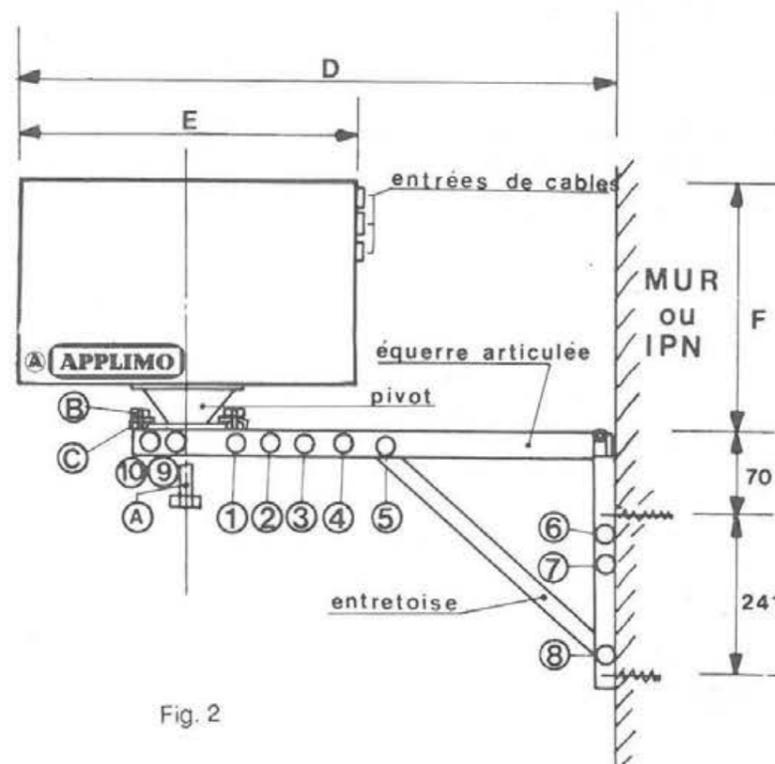

Fig. 2
- Placer l'entretoise dans l'équerre articulée, ailes vers l'intérieur, et les trous les plus grands positionnés du côté des trous carrés de l'équerre (Fig. 2).
### MONTAGE DE LA BATTERIE SUR LE SUPPORT (Fig. 2).